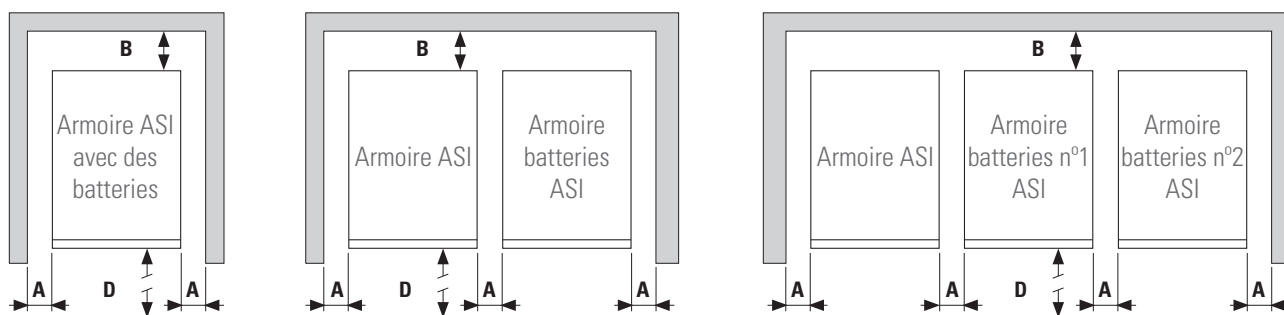

Fig. 14. Cotes périphériques minimales pour l'aération de l'ASI.
- Dans la Fig. 14 est montrée, à titre d'exemple, des cas typiques en fonction du modèle. Dont il est composé d'une seule boîte (ASI avec les batteries à son intérieur), et celui de l'ASI avec les batteries dans une armoire indépendante ou des autonomies étendues.